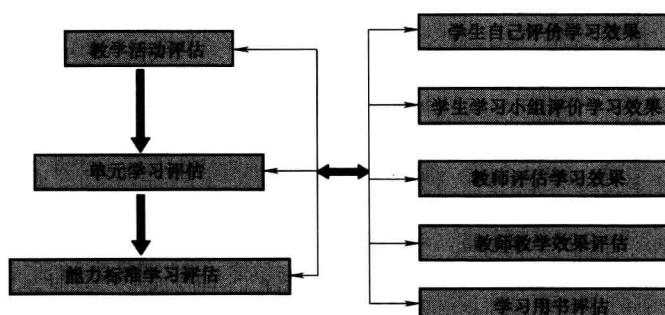

图0-3 教学评估计划
(1) 教学评估目的 教学评估是对学生学习需求与效果的及时反馈，是对课程教学活动设计和实施过程的质量监控，是对学生学习参与程度的及时检查。
(2) 教学评估的标准 按照《汽车维修技术人员培训能力标准》中的能力标准《QTPBW088 进行车辆安全路试检查》进行学习效果和学习需求评估。
(3) 教学评估计划 教学评估计划如图0-3所示。